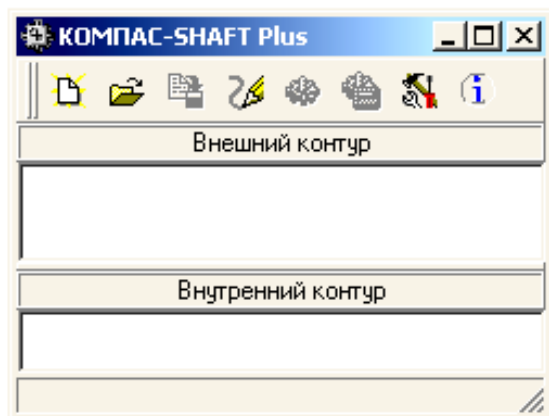

Рисунок 2.7 — Окно библиотеки
3) Нажмите на панели управления (рисунок 2.7) кнопку "Новый вал" или выберите другой существующий вал.